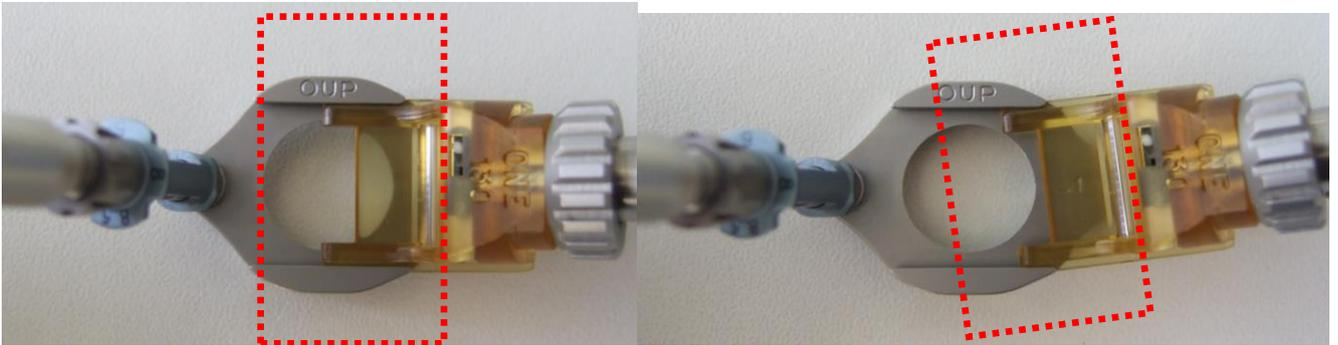

图9: 刀头与吸力环轨道对齐:
- 以目测确认刀头正确插入吸力环滑轨 (图 9) 并且吸力环的螺纹杆与马达成线性 (图 10)